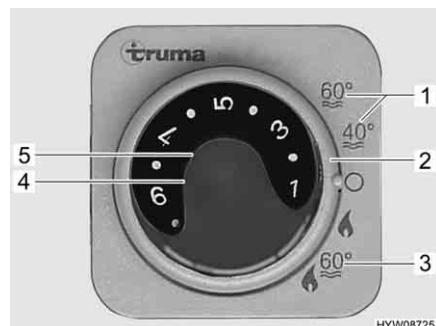

Fig. 85 Centralina di controllo per riscaldamento/boiler
Il boiler si accende dalla centralina di controllo (Fig. 85) con l'interruttore girevole (Fig. 85,2).
Durante il funzionamento invernale "Riscaldamento e boiler" (Fig. 85,3) accendendo il riscaldamento viene riscaldata automaticamente anche l'acqua nel boiler. Quando il riscaldamento si spegne al raggiungimento della temperatura ambiente desiderata, il boiler continua a riscaldare l'acqua, fino a quando questa raggiunge la temperatura impostata.
Durante il funzionamento estivo (Fig. 85,1) l'acqua nel boiler viene riscaldata soltanto fino a 40 °C o 60 °C. L'acqua si riscalda a 60 °C in ca. 25 minuti. La spia di controllo gialla (Fig. 85,4) si accende durante la fase di riscaldamento del boiler.
L'alimentazione di tensione per il boiler non può essere interrotta interrompendo l'alimentazione a 12 V sul pannello di controllo. A seconda del modello, in caso di guasto si accende la spia di controllo rossa (Fig. 85,5) sulla centralina di controllo (vedi capitolo 14).
- Sulla centralina di controllo (Fig. 85) posizionare l'interruttore girevole (Fig. 85,2) su "Funzionamento estivo" (Fig. 85,1).
La spia di controllo gialla (Fig. 85,4) si accende durante la fase di riscaldamento. Al raggiungimento della temperatura dell'acqua desiderata, la fase di riscaldamento termina e la spia di controllo gialla si spegne.
- Sulla centralina di controllo (Fig. 85) posizionare l'interruttore girevole (Fig. 85,2) su "O".